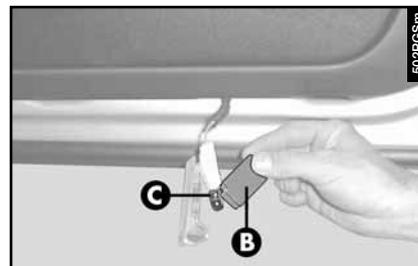

fig. 79
– Appuyer latéralement sur la protection de l'ampoule (**B-fig. 79**) en correspondance des deux boulons de fixation et le tourner.
– Remplacer l'ampoule (**C-fig. 79**) montée par pression.